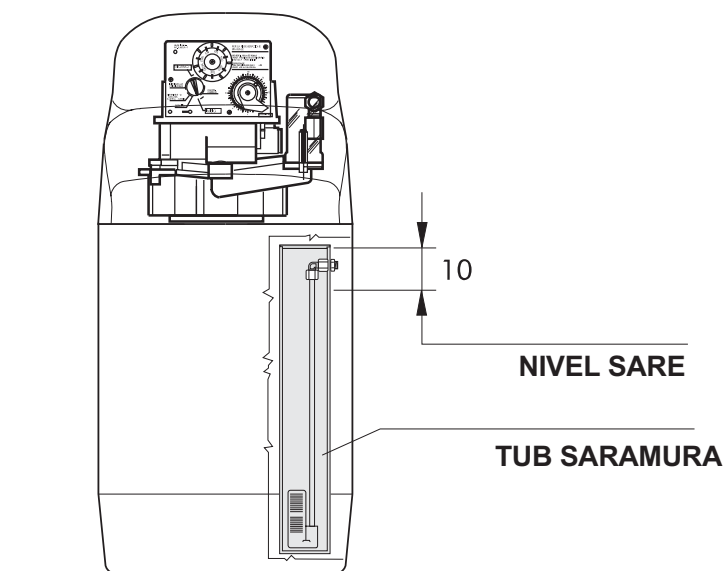

Fig. 4
- 1 Umpleti containerul de sare pana la 10 mm de marginea tubului de saramura (vezi Fig. 4)
- 8 Racordati evacuarea valvei (vezi Fig. 4) cu ajutorul tubului flexibil Ø 13 mm.